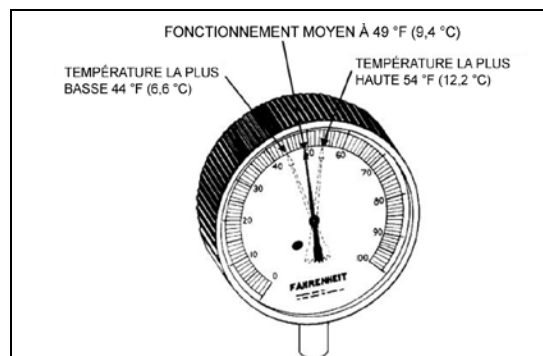

FIGURE 56: OSCILLATION DE TEMPÉRATURE HAUTE ET BASSE AU BULBE DISTANT
6. Observer approximativement cinq mesures à des intervalles de deux minutes et convertir en température à l'aide du tableau de pression de vapeur. De la même façon, observer la mesure de température au bulbe distant à des intervalles de deux minutes, et noter la mesure la plus basse et la plus élevée (Figure 56).